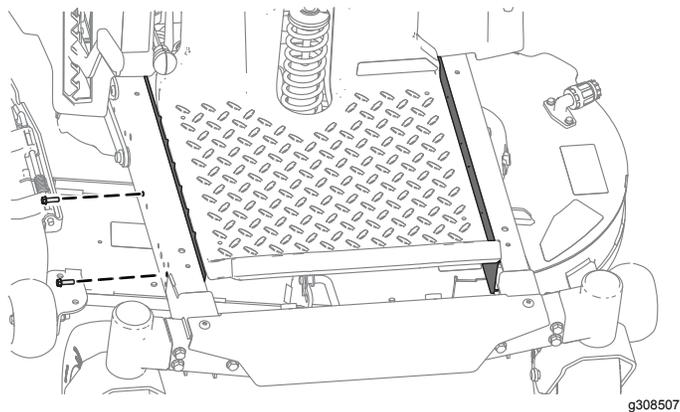

Figura 1
2. Remova as proteções em ambos os lados da estrutura (Figura 1).
2. Prenda as proteções na estrutura utilizando os parafusos removidos em 2 Remoção das proteções \(página 1\) como se mostra na Figura 1.